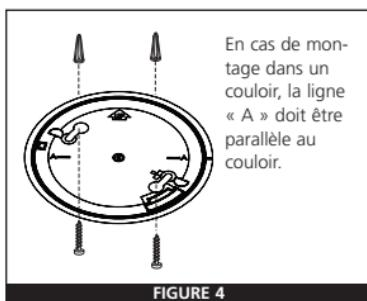

FIGURE 4
- Après avoir sélectionné la position adaptée pour monter le détecteur de fumée, selon les indications données à la Section 1, fixez le support au plafond comme indiqué à la Figure 3. Pour le montage mural, voir la Figure 4. Placez le support sur le mur, en vérifiant que la ligne « A » est bien horizontale (parallèle au sol). Utilisez les vis et chevilles fournies pour maintenir le support. Le montage avec vis et chevilles est préconisé.